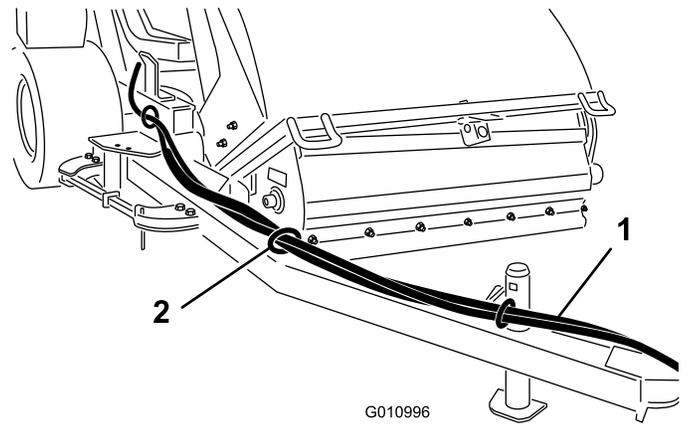

図 10
1. 油圧ホースとワイヤハーネスをホースガイドに通してヒッチトングの前へ引き出す図 10。